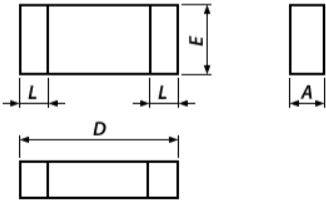

Рис. 108 Окно для заполнения параметров корпуса
3. Заполните необходимые параметры корпуса в открывшемся окне. Пример отображаемого окна показан на Рис. 108.